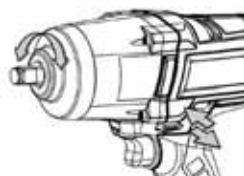

Abb. 2
4. Zum Umkehren der Maschine (siehe Abb. 2) verwenden Sie den Vorwärts-/Rückwärts-Stift an der Antriebseinheit. Die Drehrichtungen werden zudem auf der Vorderseite des Handgriffs dargestellt.